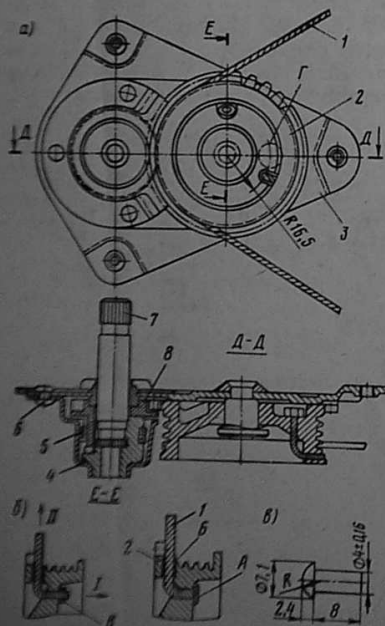

Рис. 176. Стеклоподъемник
Для отсоединения троса 1 (рис. 176, а), закрепленного на барабане 2 в двух местах стальными втулками, следует, если втулка В целая, ухватиться за нее и вытащить один конец троса из отверстия Б в направлении стрелки I, а если втулка сорвалась, то в сторону стрелки II.
Вставив концы троса в предназначенные для них отверстия в барабане, выступающие концы разводят и затем оплавливают оловянным припоем, как показано на рис. 176, б. Следует обратить внимание на то, чтобы оплавленные концы А троса не выступали за торцы барабана, иначе они будут задевать за корпус стеклоподъемника.
2. Срезать три заклепки 6 (см. рис. 176) крепления чашки 4 тормоза к корпусу 3 стеклоподъемника и снять чашку вместе с валиком 7 и шестерней 8.
8. Вставить валик с чашкой и шестерней в стеклоподъемник и приклепать чашку к корпусу стеклоподъемника. Если нет заклепки заводского изготовления, то ее можно сделать из малоуглеродистой стали по размерам, приведенным на рис. 176, в.